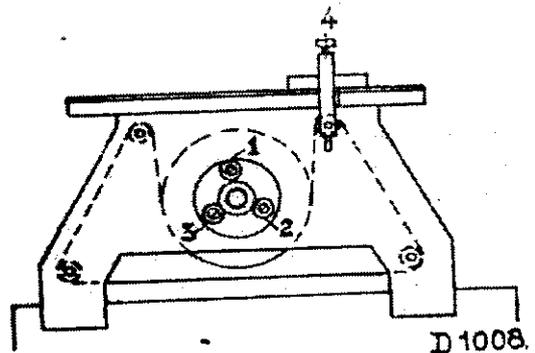

Fig. 3
2. Dévisser les vis de réglage servant à la fixation du disque sur l'axe du condensateur (fig. 3); Tourner le bouton de l'échelle jusqu'à ce que le repère de lecture soit sur 350 m., ensuite, revisser les vis de réglage.
4. Syntoniser sur 350 m., régler le repère de lecture avec la vis 4 (fig. 3) exactement sur 350 m. Ensuite, contrôler à nouveau 214 m. et 570 m.